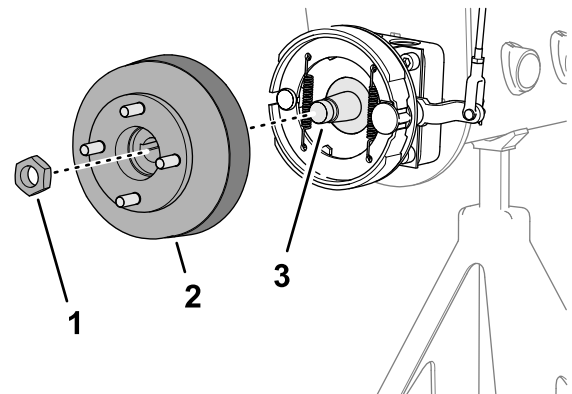
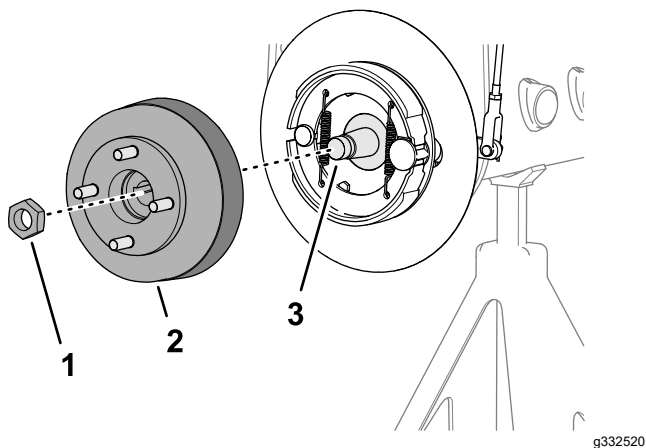

Figura 73
Figura 74
- Monte el cubo de la rueda y el tambor de freno en el eje del motor de rueda (Figura 73 o Figura 74).
4. Sujete el cubo de la rueda al eje con la contratuerca (Figura 73 o Figura 74), y apriete a mano.